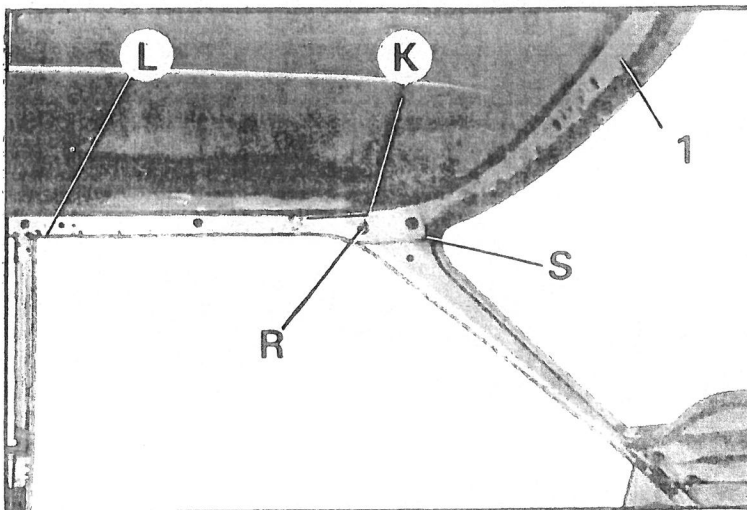

Fig. 5
- Présenter le renfort d'encadrement de pare-brise (1) fig. 5